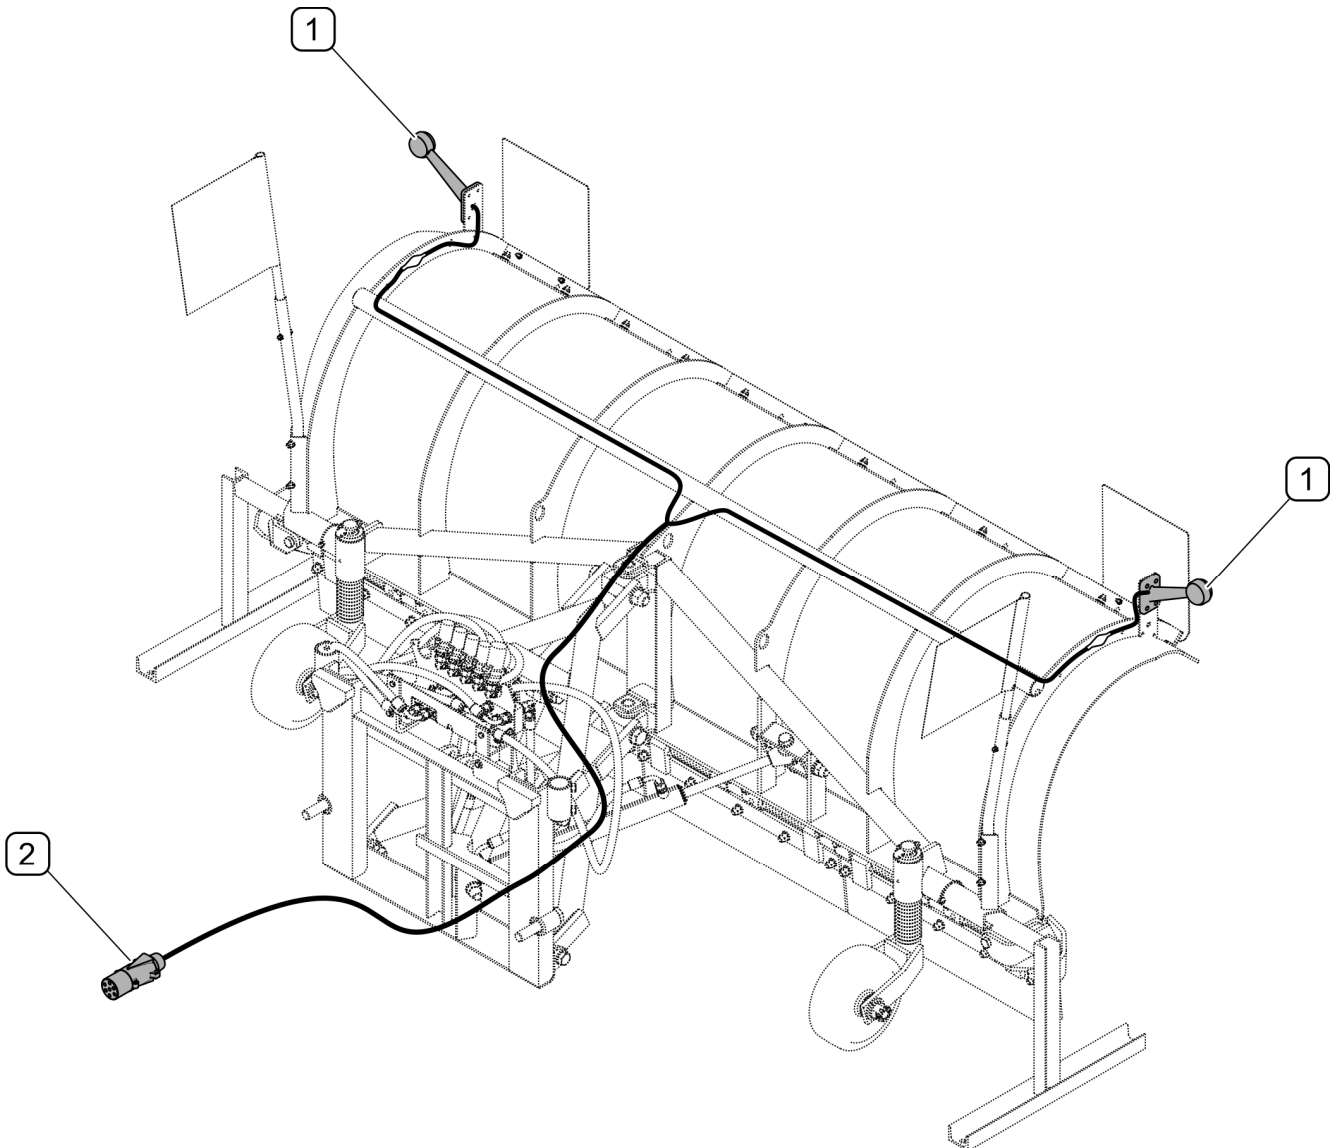

BILD 3.11 Aufbau der Elektro-Anlage (Pflüge mit Hydrauliksteuerung)
(1) - Umrissleuchten; (2) - Stromversorgungsstecker
Die elektrische Anlage der Pflüge mit hydraulischer Steuerung (geliefert für MB UNIMOG-Fahrzeuge) dient zur Stromversorgung der Umrissleuchten (1). Die Elektro-Anlage (BILD 3.11) wird an den Maschinenträger mit Hilfe eines Steckers (2) angeschlossen.